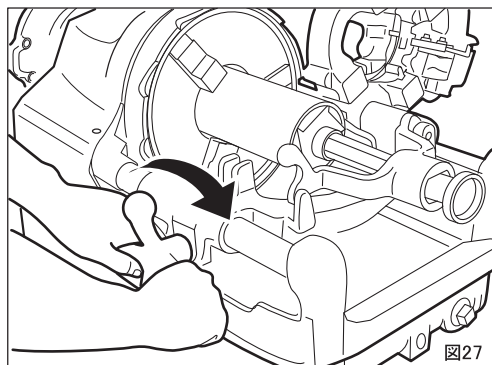

図27
- ④スイッチを入れてパイプを回転させてから送りハンドルでリーマをパイプに押しつけ、パイプが1/2回転以上したらリーマをパイプからはなしてください。これで面取りは完了です。(図27)